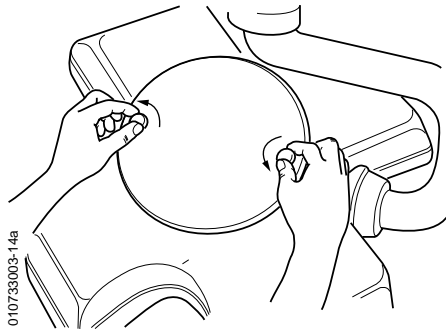

FIG. 1
- 1) Die zentrale Abdeckhaube entfernen (Abb.1).